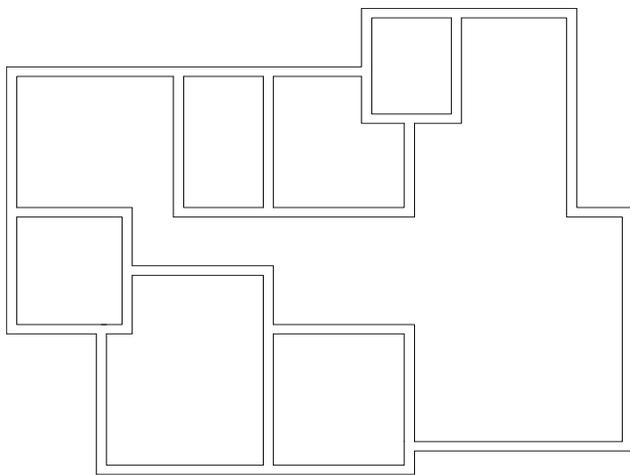

图 11-1-9
**STEP 10** 单击“DOTE”层中最左边的隐藏按钮“隐藏轴线层“DOTE”，使用修剪命令 TRIM 将内墙线进行修剪整理，如图 11-1-9 所示。